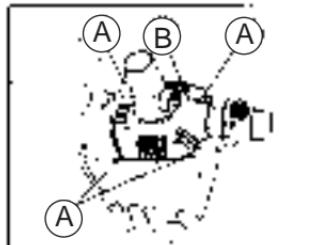

Figura 1
Bombas de agua para jardinería WG 2000, 3000, 5000 y 7000: Utilizar un destornillador Philips (cabeza en cruz) para desmontar los 4 tornillos (A) que sujetan la cubierta de la cubierta del motor (B) Figura 1.